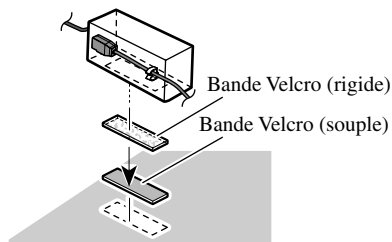

Fig. 8
• Pour installer la boîte de raccordement de câble à fibres optiques au moyen de la bande Velcro. (Fig. 8)